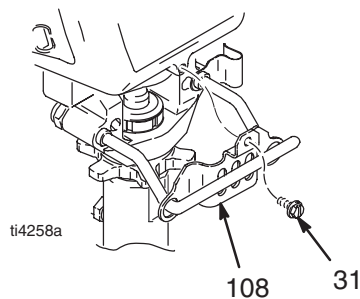

Fig. 8
1. Rinçage de la pompe (13).
3. Fig. 8. Retirer la vis (31) et faire glisser le couvre-tige (108) en avant.
7. Fig. 8. Fixer le couvre-tige (108) avec la vis (31).